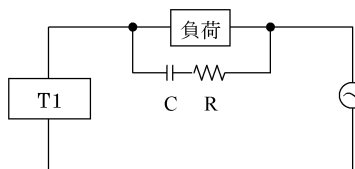

図 5 CR回路での保護回路の例
- ⑤ ロックナットで図5のように確実に締付けてください。
誘導性負荷(リレー、電磁弁)を接続使用する場合には、スイッチOFF時にサージ電圧が発生しますので図5、6に示す保護回路を必ず設けてください。